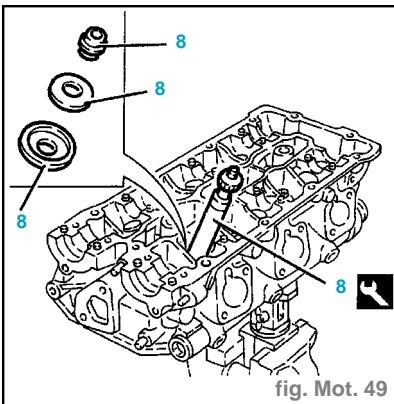

fig. Mot. 49
- Déposer la bague d'étanchéité du guide-soupapes (1a) à l'aide de l'outil (1b) (fig. Mot. 49).